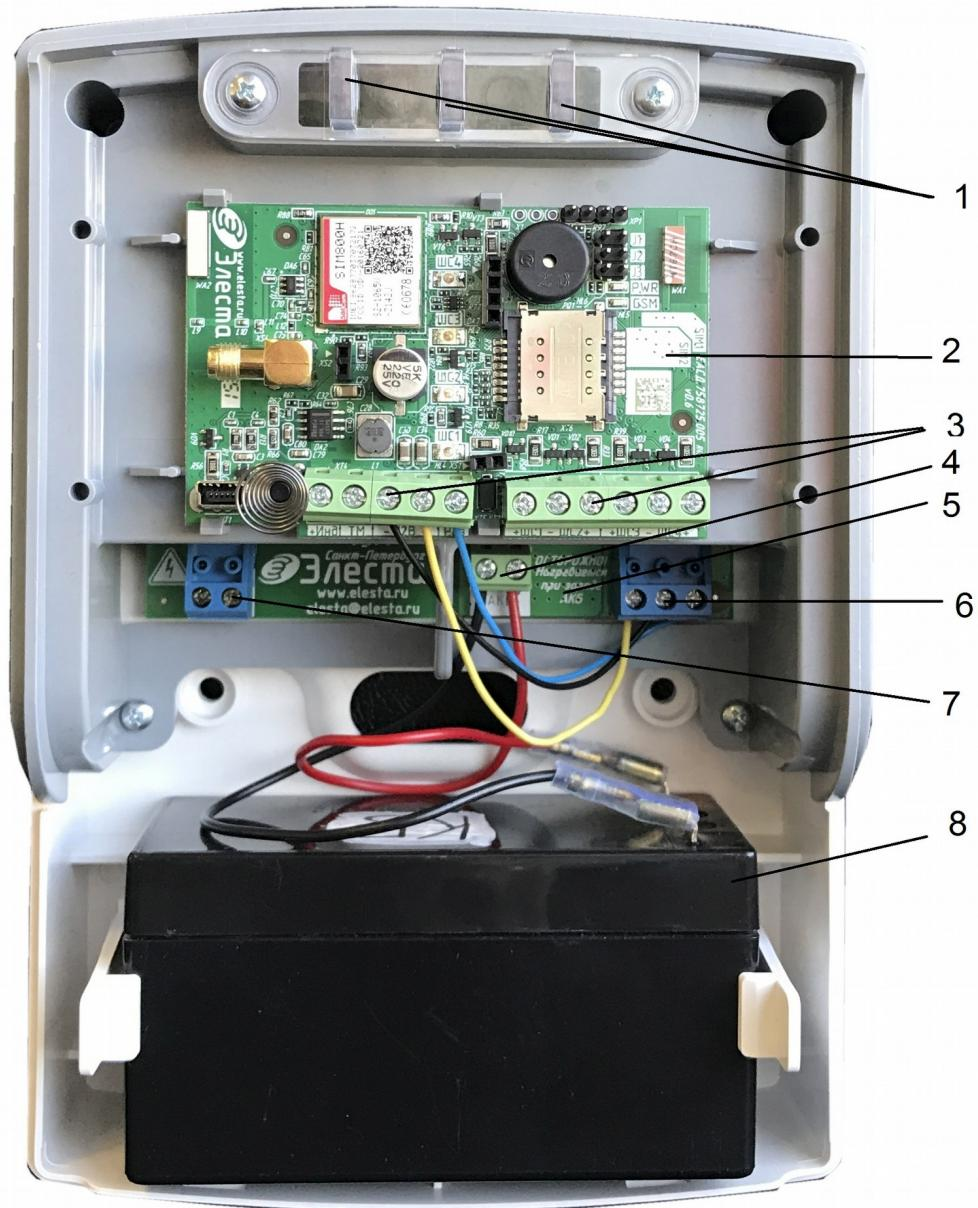

Рисунок 2.5 - Прибор Юпитер-2428 с открытой крышкой
- Плата встроенного источника питания имеет следующие элементы для внешних подключений (рисунок 2.5):